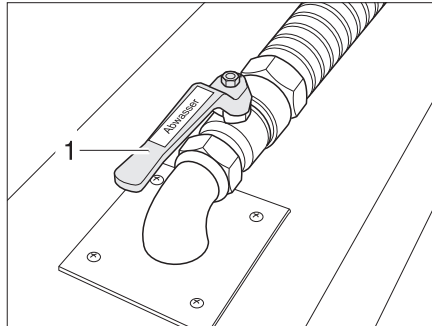

Fig. 242 Robinet d'évacuation des eaux usées
Le robinet d'évacuation des eaux usées (Fig. 242,2) est monté dans le double plancher. Le robinet d'évacuation des eaux usées est désigné par l'inscription "Abwasser" (eaux usées).
- Ouvrir le robinet d'évacuation des eaux usées (Fig. 242,2). Les eaux usées s'écoulent.